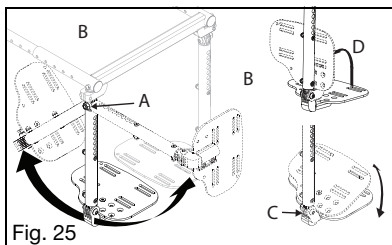

Fig. 25
Fig. 25 muestra el apoyapiés para contracturas en la configuración de instalación exterior. Una configuración de instalación central se puede lograr moviendo los apoyapiernas al lado opuesto.
1. Los apoyapiés se pueden inclinar hacia la silla y alejarse de la silla simplemente ajustando en el punto de giro superior (Fig. 25:A).
2. Las bandejas apoyapiés en un apoyapiés para contracturas también se pueden mover de adelante hacia atrás (Fig. 25:B), puede cambiar el ángulo (Fig. 25:C) y se puede voltear hacia arriba para transferencias (Fig. 25:D).